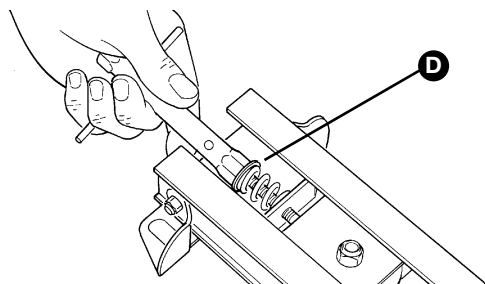

Figura 26
- 1** Svitare completamente il dado M8 **[D]**, come in figura 26.